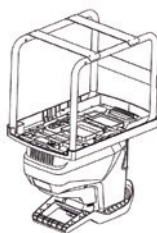

Fig.1
1. Posizionare il motore capovolto per installare il telaio (Fig 1).